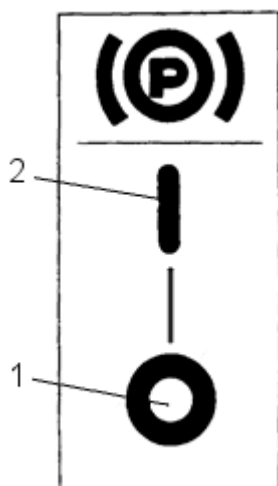

Рис. 19 Схема управления рукояткой стояночного тормоза
**ВНИМАНИЕ!** Мосты 703МА.ДМ-15-2300000 (рис. 19) отличаются от устанавливаемых на трактора К-703МА тем, что главная передача перевернута на 180° относительно оси входного вала.